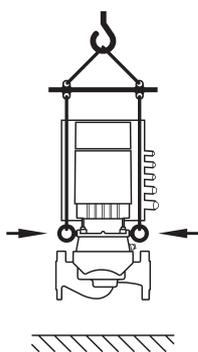

Fig. 7: Транспортировка насоса
- Транспортировку насоса следует проводить с помощью разрешенных грузоподъемных приспособлений (например, талей, крана и т.д.). Закрепление приспособлений должно осуществляться с использованием транспортировочных проушин на фланце мотора (рис. 7, в данном случае: направление поднятия с вертикальным валом мотора).